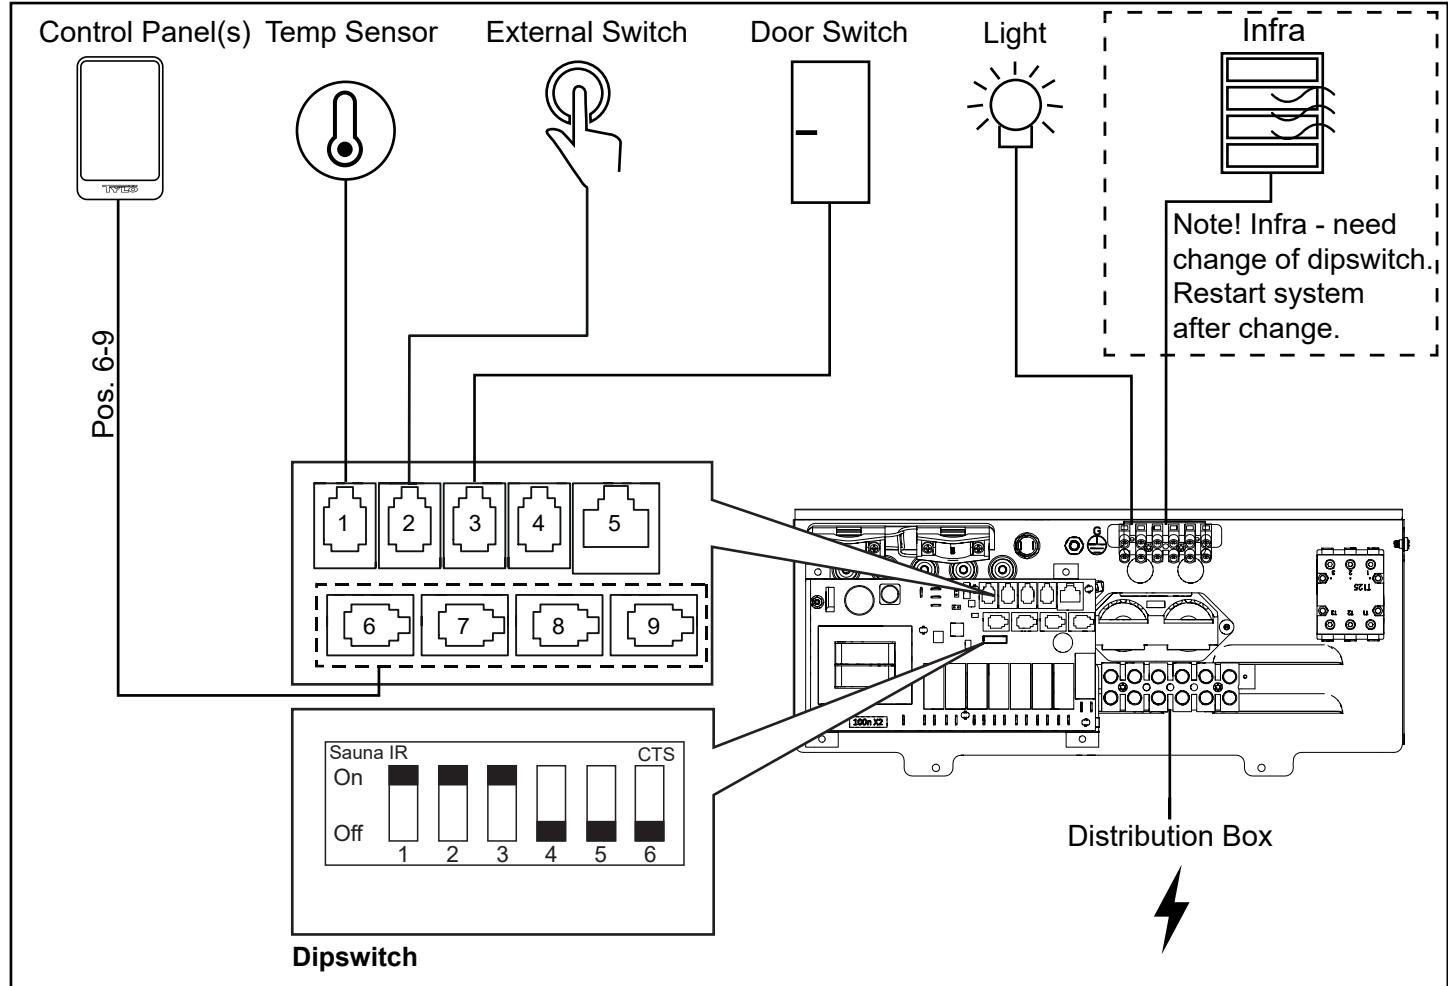

Afbeelding 17: Bedradingsschema
3. Sluit de elektriciteitskabel (zie afbeelding 9) volgens het bedradingsschema (zie afbeelding 17).
6. Sluit de lichtkabel (indien van toepassing), zie afbeelding 9 volgens het bedradingsschema in afbeelding 17.
Neem contact op met de klantenservice van Tylö voordat u de kachel aansluit op voltages of aantal fasen die niet in het bedringschema in afbeelding 17 worden vermeld.